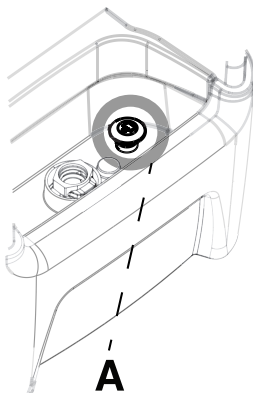

图14-31: 排水管栓
20. 将控制仪排水管栓向上拉 (第14-43页, 图14-31) 以打开排水管。